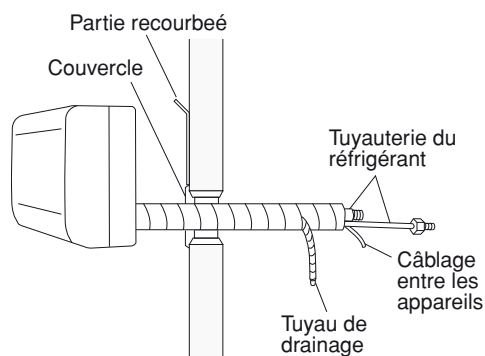

Fig. 35
- (1) Mettez la tuyauterie du réfrigérant dans une forme qui lui permette de passer facilement à travers le trou dans le mur (Fig. 35).